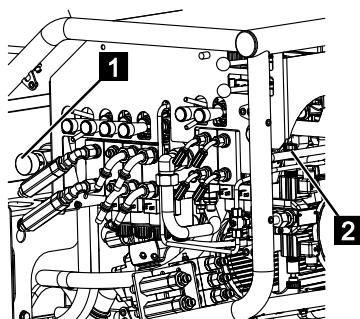

Abb. 196
4. Das Ventil [Bühne] (Abb.196/1) eindrücken und im Uhrzeigersinn verriegeln.
5. Das Ventil [LS] (Abb.196/2) im Uhrzeigersinn komplett eindrehen.